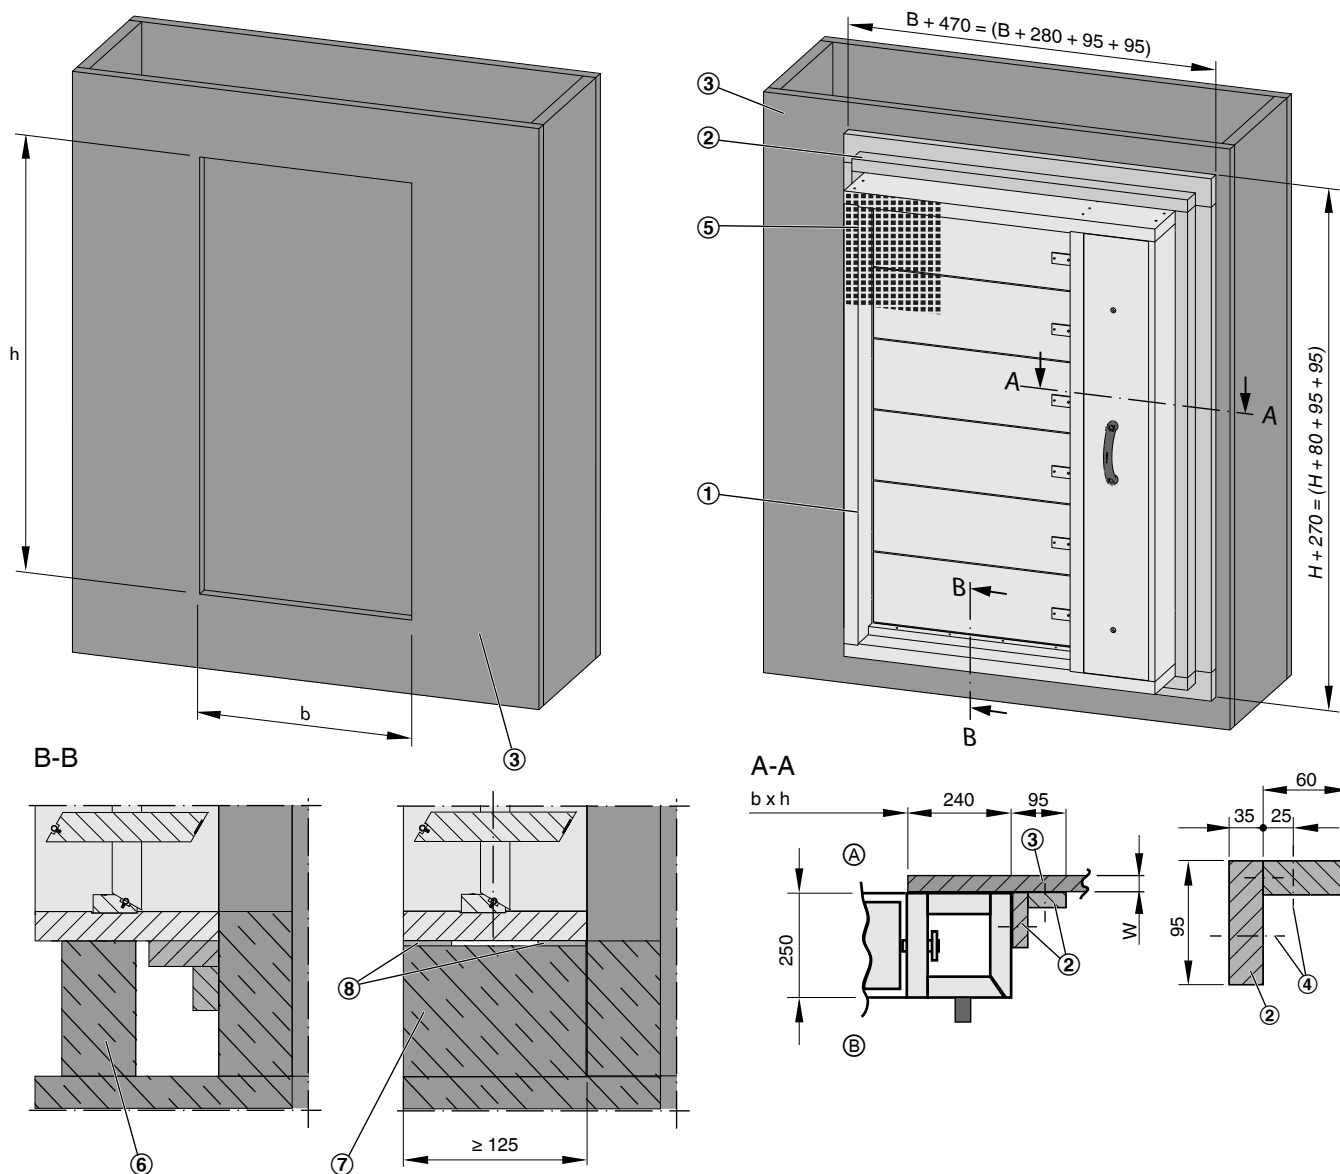

Abb. 14: Einbau an vertikaler Entrauchungsleitung (Schacht)
1. ▶ Einbauöffnung fachgerecht herstellen, siehe Abb. 14.
2. ▶ Riegel (Abb. 14/2) herstellen und an der unteren Seite der Entrauchungsklappe vormontieren.
Riegel an den Stossstellen (Abb. 14/2) untereinander und am Gehäuse verkleben (z. B. K84, Promat oder gleichwertig) und am Gehäuse der Entrauchungsklappe mit Schnellbauschrauben $4 \times 70 \text{ mm}$ verschrauben (mit $\varnothing 3 \text{ mm}$ vorbohren), Schraubabstand $\leq 150 \text{ mm}$.
5. ▶ An der Entrauchungsklappe die Entrauchungsleitungen (Einbau- und/oder Bedienseite) anschließen (Abb. 14/5), ↪ 6 „Entrauchungsleitung und Abschlussgitter“ auf Seite 33.